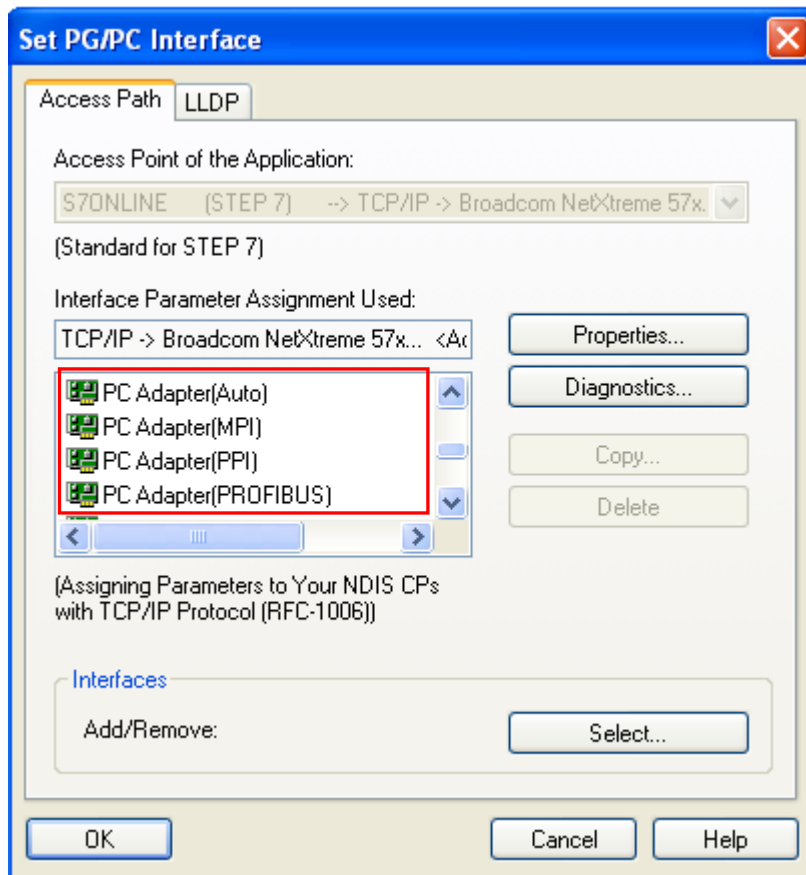

图 3 设置 PG/PC 接口界面
在 STARTER 或 SCOUT 调试软件中打开“Set PG/PC Interface”菜单，如图 3 所示。
如果看不到图 3 红框中所示画面，则可以进行如下操作：
- 点击图 3 中窗口右下角“Select...”来添加/删除接口。